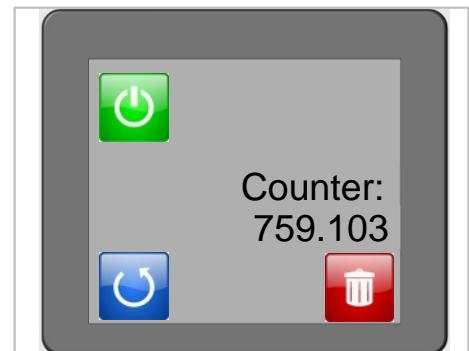

Abb. 7.5
- + Überprüfen Sie, ob die Maschine auf den vollen Arbeitszyklus eingestellt ist  (Abb. 7.5).